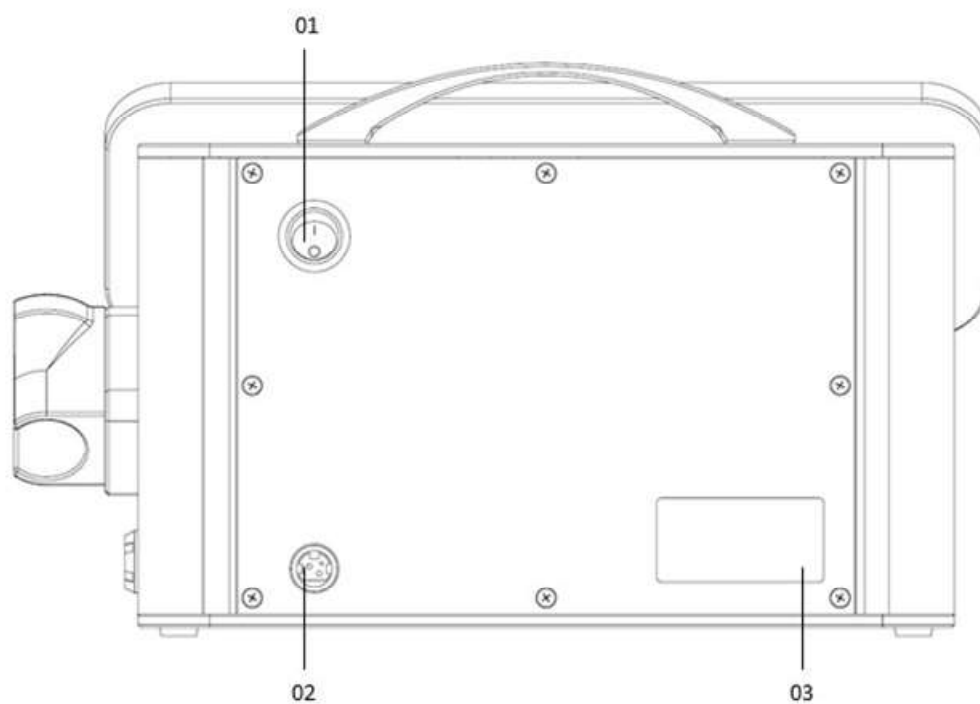

Figura 2 – Vedere din spate a frezei de pedichiură
- (1) Conectați cablul de alimentare externă furnizată la priză de rețea de pe partea din spate a unității. (a se vedea figura 2)